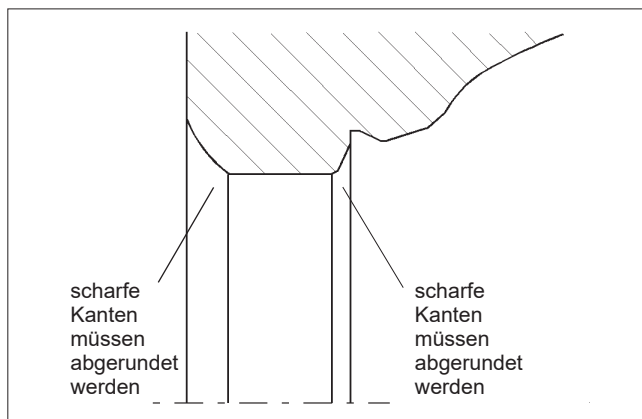
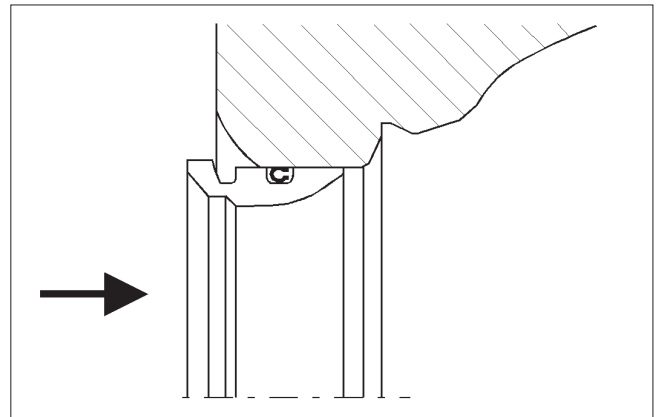

Abb. 25 Abrunden der scharfen Kanten
Abb. 26 Vorspannen der Lippendichtung
- Reinigen Sie die Durchflussöffnung, die den Sitz enthält. Entfernen Sie alle Verunreinigungen. Runden Sie die Kanten mit Schleifpapier ab und reinigen Sie die Durchflussöffnung vorsichtig, siehe Abb. 25. Platzieren Sie den Dichtungsring (6) auf dem Sitz (4).
- Schmieren Sie Durchflussöffnung, Sitz (4), Dichtungsring (6) sowie Schließfeder (5) mit flüchtigem Schmiermittel, z. Bsp. Hyprez, ein. Stellen Sie sicher, dass sich das Schmiermittel mit dem Druckmedium verträgt.
- **Nur bei einer Lippendichtung:** Drücken Sie die Dichtung für ca. 15 Minuten vorsichtig in die Durchflussöffnung, siehe Abb. 26. Die folgenden Arbeitsphasen müssen abgeschlossen sein, bevor die Vorpressung verloren geht.